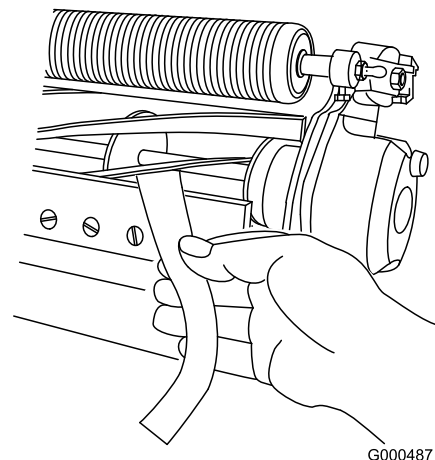

Figura 11
11. Teste o desempenho de corte inserindo uma fita comprida de desempenho de corte (Número de peça Toro 125-5610) entre o cilindro e a lâmina de corte, perpendicular à lâmina de corte (Figura 11). Lentamente rode o cilindro para a frente; deve cortar o papel